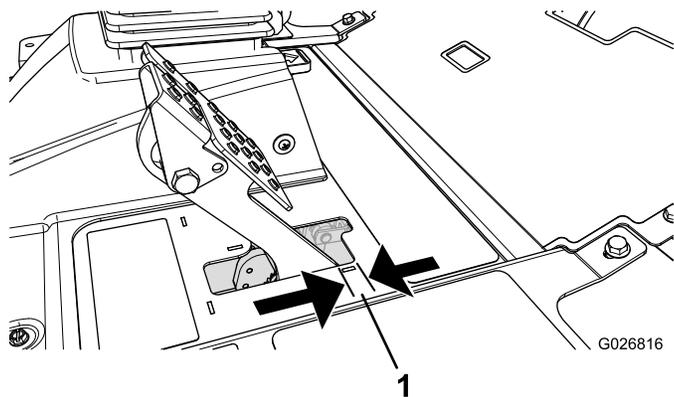

Figure 84
Régalez les freins si la garde à la pédale de frein est supérieure à 2,5 cm ou si la force de maintien offerte est insuffisante (Figure 84). La garde est la distance parcourue par la pédale de frein avant que le freinage soit ressenti.
- Serrez l'écrou arrière afin de pouvoir déplacer le câble en arrière jusqu'à obtention d'une garde de 6 à 13 mm, avant le blocage des roues (Figure 84).